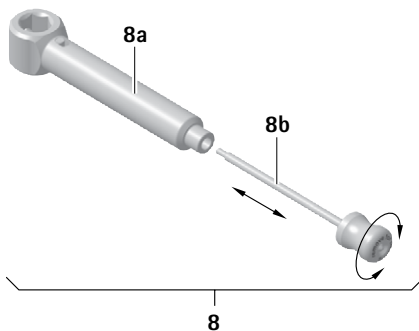

Fig. 2
- Barra de limpieza 8b en la contrapieza 8a, ver Fig. 2.